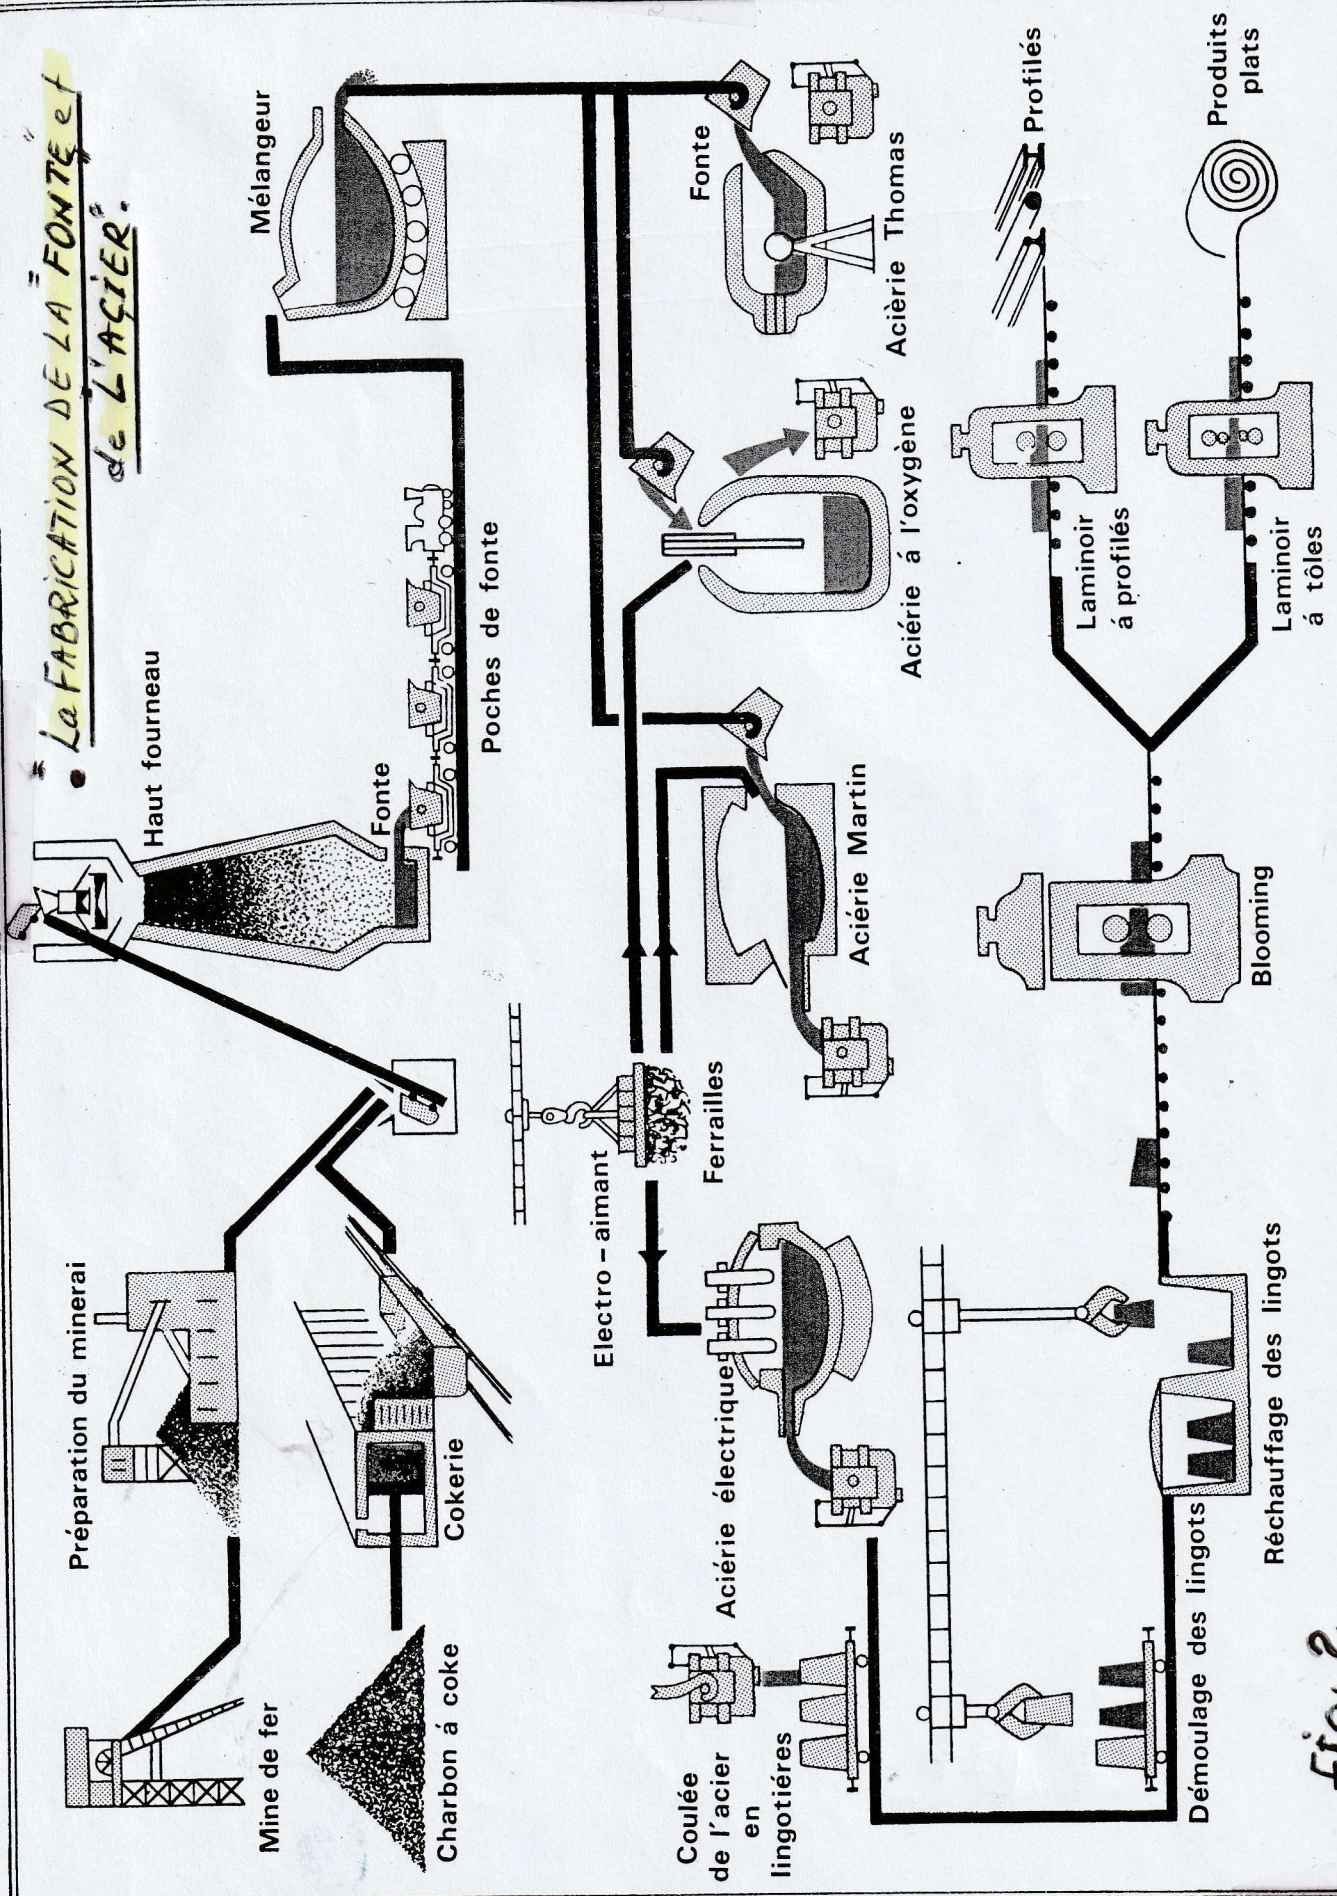

fig. 2
- pour "La SIDÉRURGIE" (voir fig. 2 page: 4). C'est l'industrie qui permet, à partir du "minerai de fer" ou de "Ferraillages", d'élaborer "La Fonte" et "L'Acier".